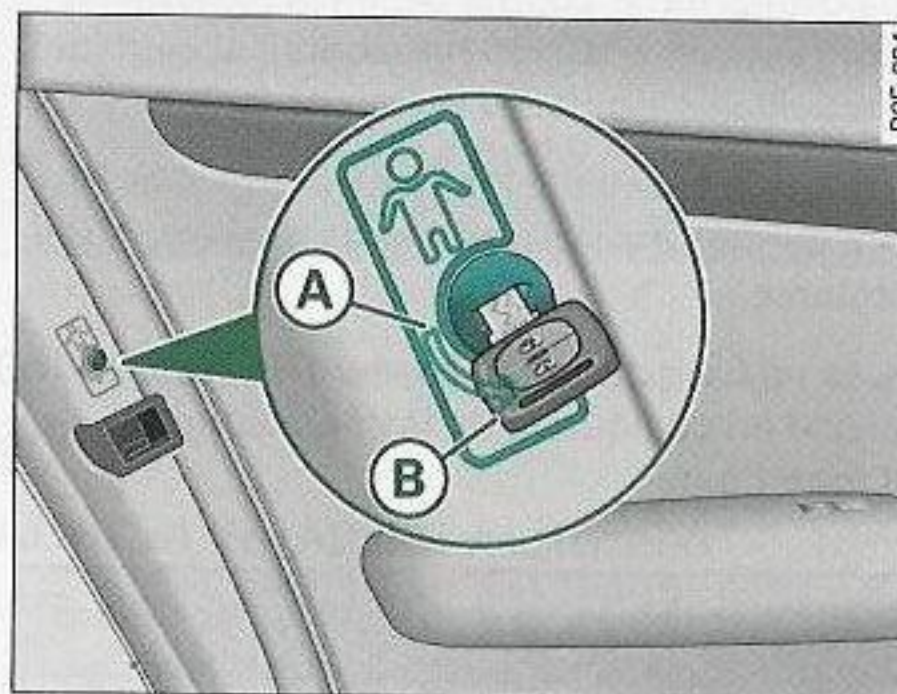

Fig. 51 Seguro para niños en las puertas traseras
- Gire la llave en la dirección (B) ⇒ fig. 51.